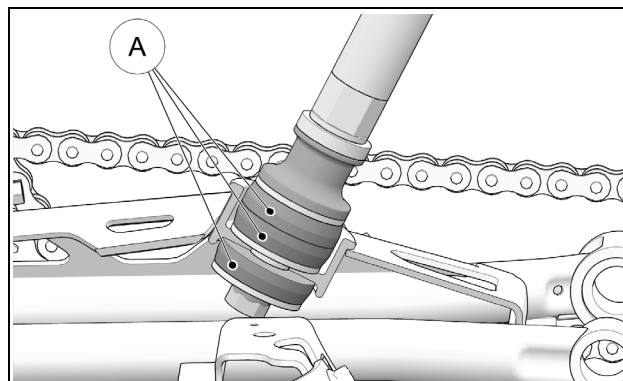

Figure 31
Vérifier l'état des amortisseurs de caoutchouc (A) au bras de couplage. S'ils montrent des déformations, des fissures ou une usure importante, ils doivent être remplacés. Figure 31.